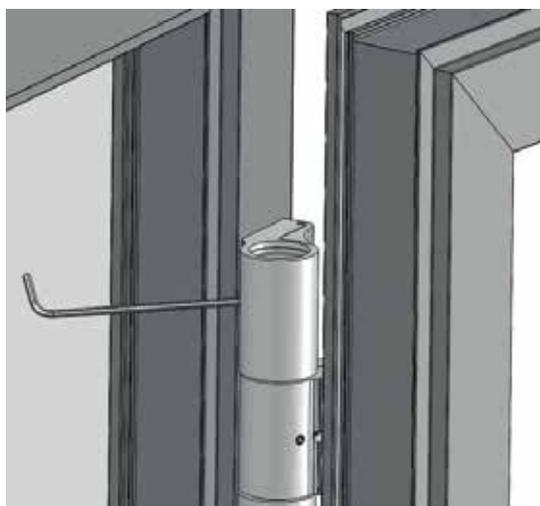

Рис. 23
15. Установить крышки верхних рамных полупетель. Закрепить крышки винтами М5 с помощью имбусового ключа 3 мм (Рис. 23).
18.5 Установить и закрепить крышки створных полупетель имбусовым ключом 3 мм (Рис. 23).
19.1 Демонтировать крышки рамных полупетель, ослабив винты крепления имбусовым ключом 3 мм (Рис. 23).